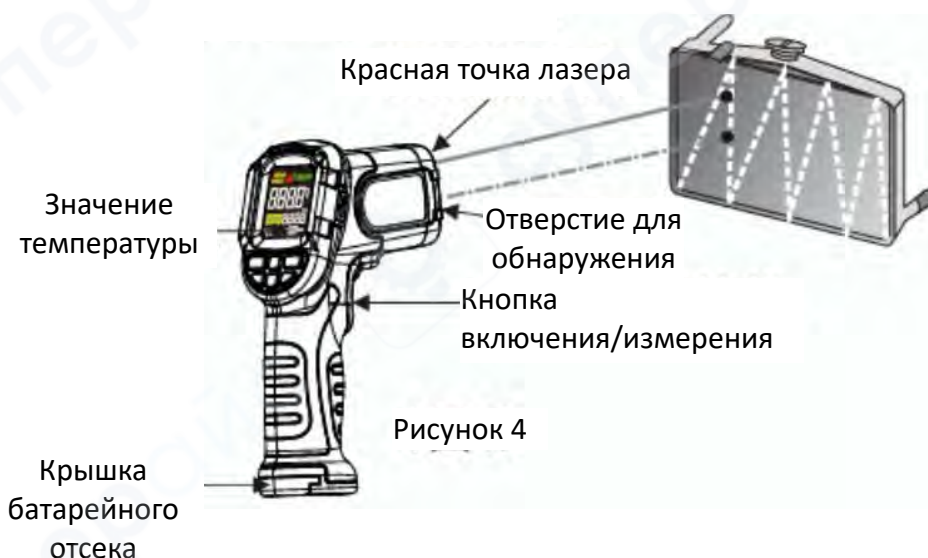

Рисунок 4
2. Фокусное пятно лазера: Откройте крышку батарейного отсека и установите батарею. Удерживайте кнопку включения/измерения (см. Рисунок 4), перемещая точку лазера определите ее местоположение.